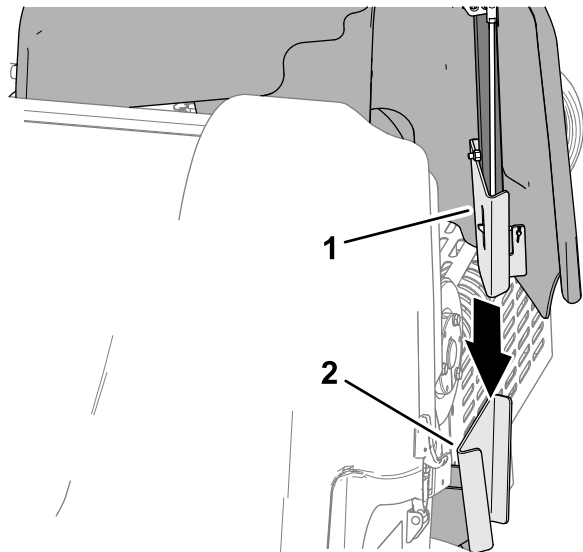

图 133
1. 将皮带罩安装支架对准机器机架的皮带罩支撑托架 图 133。